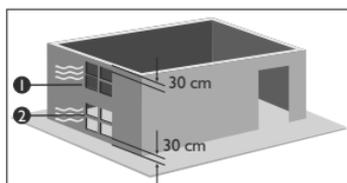

Figura 9
- Si el aire se toma directamente del exterior, se debe realizar dos aberturas permanentes que deberán tener un área mínima de 6 cm² por cada kilovatio (kW) de potencia nominal instalado (Ver figura 9).